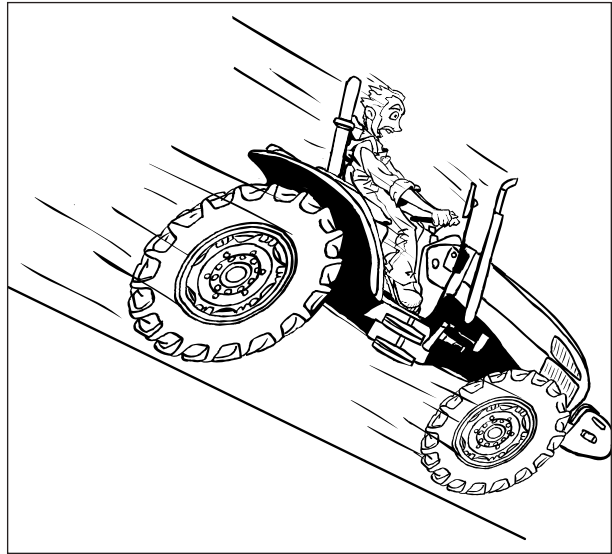

Fig. 30a
- Conecte una marcha lenta antes de iniciar un descenso o una subida. (Fig. 30a)
- Mantenga una marcha engranada. No efectúe nunca un descenso con el tractor desembragado o el cambio en punto muerto. (Fig. 30a)